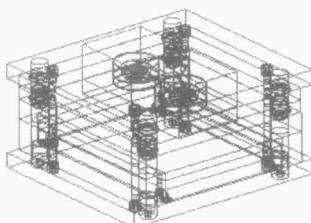

图 1-28 模架
② 在目录下拉列表框中选择 HASCO-E 选项，系统此时自动根据毛坯的大小计算模架的大小，在对话框上单击“确定”按钮，系统自动生成模架零件，结果如图 1-28 所示。从图上可以看出模板的厚度不够，下一步修改板的厚度。